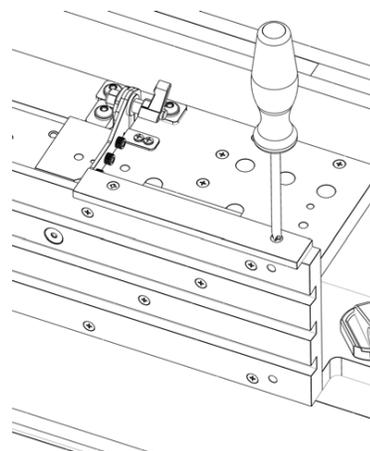

FIG. 4
2. Après avoir aligné les trous, vissez les renforts à la table de travail à l'aide de deux (2) vis à tête plate no 6 x 0,75 po (pièce no 6). Voir figures 4 et 5. Répétez ces étapes de l'autre côté de la table de travail.